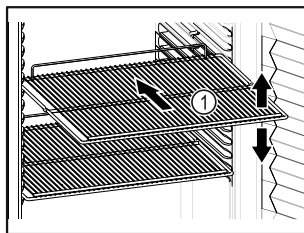

Fig. 60 Príklad zobrazenia
- Ak sa dajú odkladacie rošty Fig. 60 (1) premiestniť, prispôbte výšku.